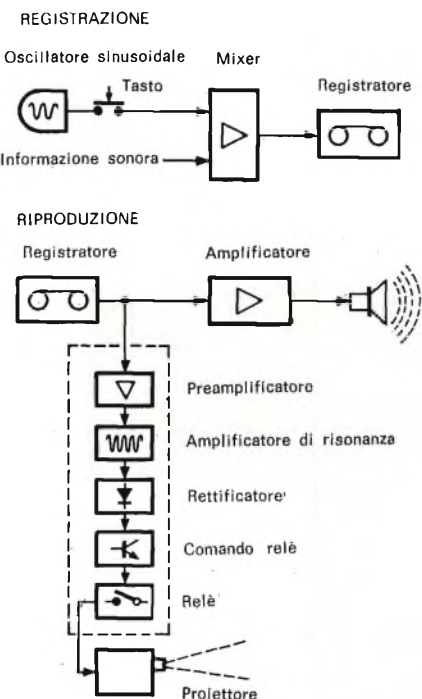
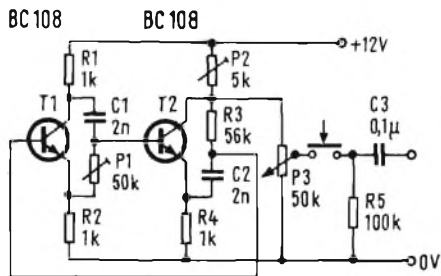

Fig. 2 - Schema a blocchi dell'apparecchio.
Fig. 3 - Circuito del generatore sinusoidale.
Fig. 3 - Caratteristiche semplificate illustranti il funzionamento del circuito di controllo. Z = zona morta; t_1 , t_2 , t_3 hanno rispettivamente il valore di 17,5 °C, 20 °C e 21 °C.
E' stata introdotta una «zona morta» denominata Z, allo scopo di impedire che il sistema reagisca a piccole variazioni di temperatura (fig. 3). Questa «zona morta» dipende dai livelli di conduzione degli Zener D_{17} e D_{18} nella fig. 2. La ampiezza della «zona morta» è regolata con R_{26} che varia il guadagno dell'amplificatore operazionale (linea tratteggiata in fig. 3a). La velocità massima della ventola viene regolata mediante R_{28} (linea tratteggiata in fig. 3c).
- 1) Fissare la temperatura da controllare mediante R_{17} (fig. 2).
- 2) Regolare la larghezza della «zona morta» mediante R_{26} (fig. 2).
- 4) Regolare la più elevata velocità della ventola con R_{28} (fig. 2).
La fig. 2 mostra lo schema a blocchi. Durante la registrazione all'informazione sonora viene applicata un impulso ultrasonico proveniente dal generatore sinusoidale mediante un tasto che può essere costituito da un relè. Sul nastro del registratore vengono così incise ambedue le informazioni.
In fig. 3 è rappresentato lo schema del generatore sinusoidale per la creazione dell'impulso di avanzamento. Per la generazione della tensione sinusoidale si impiega un oscillatore basato sulla differenza di fase. I due condensatori C1 e C2 stabiliscono la gamma di frequenza che è compresa fra 3 kHz e 16 kHz. P1 stabilisce il valore della frequenza e P2 serve per tarare per la massima ampiezza e la minima distorsione. P3 serve invece per adattare l'ampiezza dell'oscillazione al registratore.
Nel nostro caso (fig. 3) il carico è costituito da un motore ad induzione di un ventilatore. In serie è collegato il triac BTX94/700. La regolazione della velocità del motore avviene tramite il potenziometro R3, il quale attraverso il dispositivo d'innesco (SCS) BRY39 permette di far circolare nel triac, e di conseguenza nel carico, una porzione più o meno grande di corrente delle due semionde rispettivamente positiva e negativa della rete.
In fig. 3 è riportato lo schema elettrico. Il motore può essere alimentato con tensione alternata di rete compresa tra 220 V e 240 V. In serie al motore si trova il triac BTX94/700 che regola la potenza applicata al motore. Il triac è a sua
Fig. 3 - Circuito per la regolazione di un motore c.a. di un ventilatore. Salvo diversamente specificato, tutti i resistori sono da 1/4 di W. Al posto del trasformatore TT60 è attualmente disponibile il tipo TT61 (catalogo G.B.C. REDIST N°: XE/0050-87).